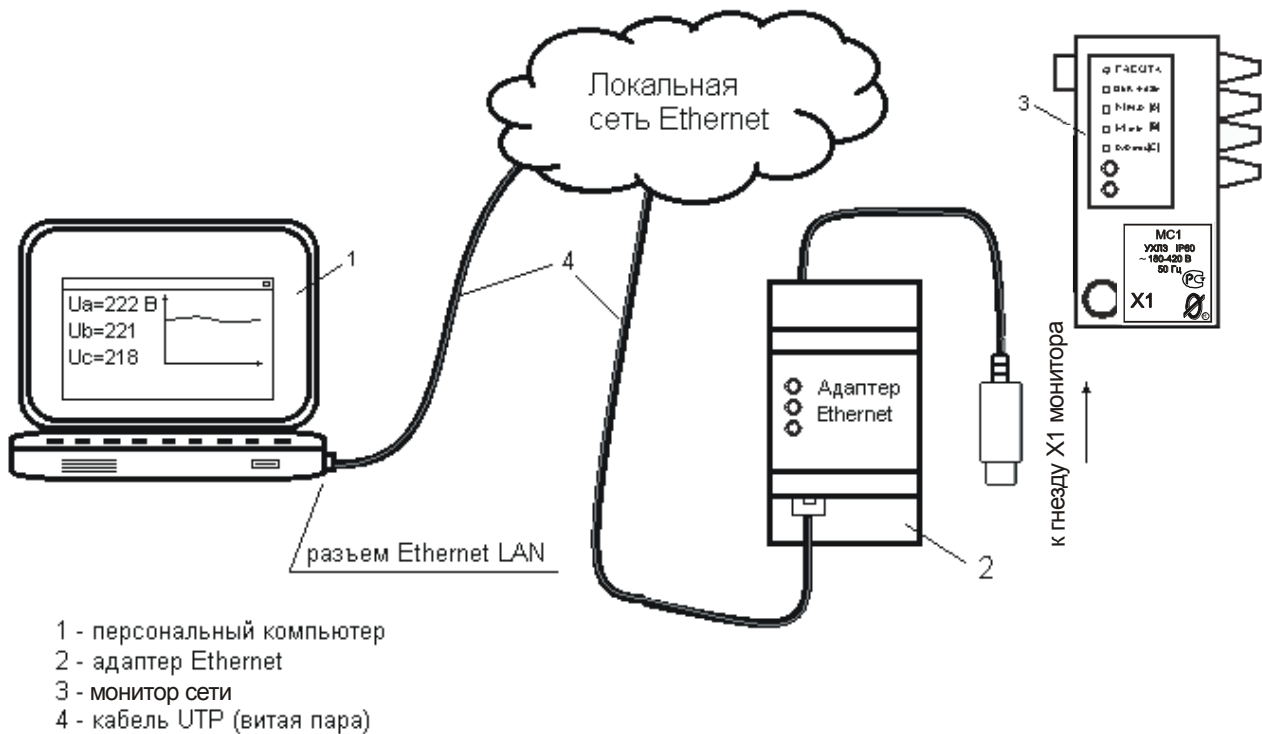
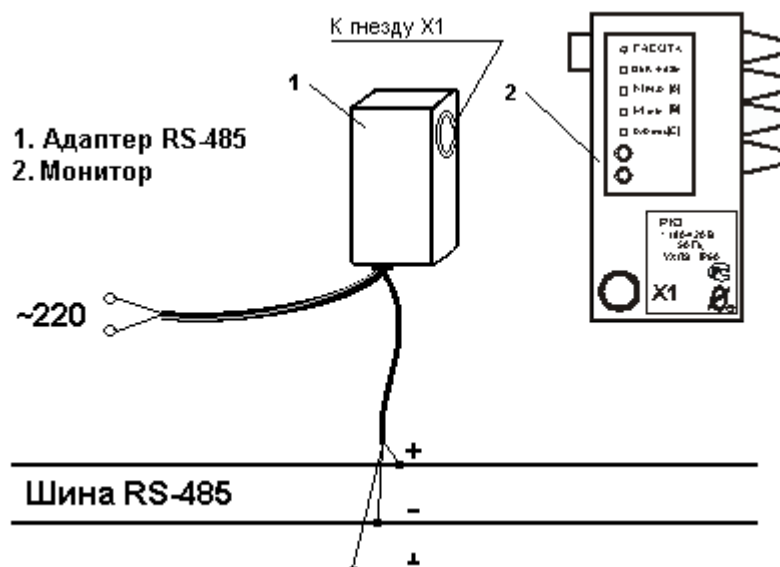

Рисунок 3 – подключение Монитора Сети в локальную вычислительную сеть с помощью Адаптера Ethernet
Рисунок 4 – подключение Монитора Сети к шине RS-485 с помощью Адаптера RS-485
4.3 Считывание информации от монитора и передача ее на компьютер осуществляется с помощью Адаптера Ethernet (рис.3) или Адаптера RS-485 (рис.4).
7.1 При использовании Адаптера Ethernet, соедините зонд бесконтактного интерфейса Адаптера Ethernet с разъемом X1 монитора (рис. 3). Подключите Адаптер Ethernet к локальной вычислительной сети и настройте согласно паспорту (ЮИПН 203127.002).
7.2 При использовании Адаптера RS-485, соедините Адаптер RS-485 с разъемом X1 монитора (рис. 4). Подключите Адаптер RS-485 к шине RS-485 и настройте согласно паспорту (ЮИПН 203127.004).